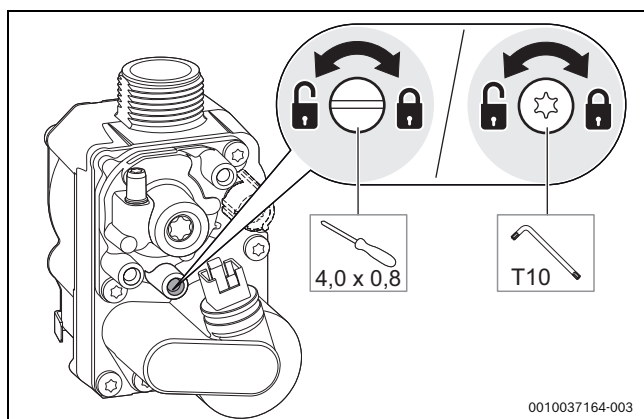

Bild 54 Gas-Anschlussdruck messen
- ▶ Schraube am Messstutzen für den Gas-Anschlussdruck 2 Umdrehungen lösen (→ Bild 54).